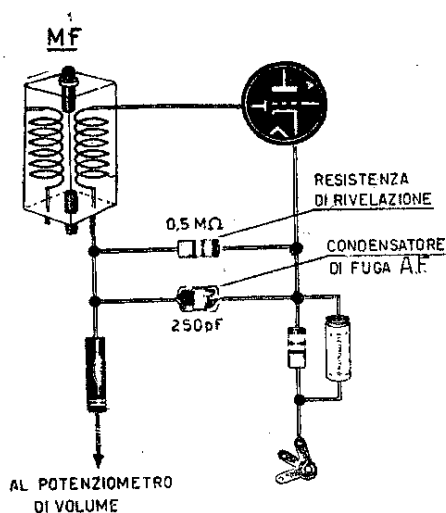

Fig. 52
**117** Condensatore di fuga dell'alta frequenza o resistenza di rivelazione (fig. 52) dissaldati o interrotti. Nel caso risulti dissaldato il condensatore, l'audizione sarà di timbro stridente. Il condensatore presenterà la capacità da 250 a 500 pF, la resistenza valore da 0,5 megaohm. Nei ricevitori che non prevedono polarizzazione di catodo, il condensatore di fuga dell'alta frequenza si trova inserito fra i due terminali estremi del potenziometro (figura 53). Controllare con accuratezza l'efficienza delle saldature.